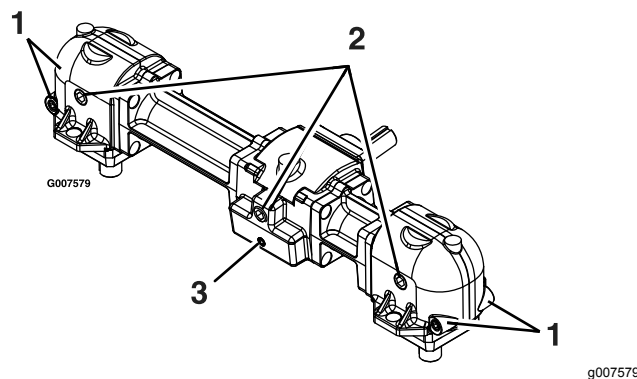

Figura 33
5. Retire el tapón grande de vaciado de aceite de la parte delantera de cada una de las tres secciones de la caja de engranajes, y drene el aceite (Figura 33).